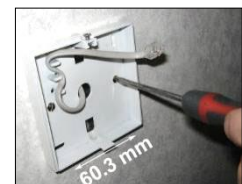

Abb. 8
Schritt 2 Schieben Sie ein Ende des RJ-Steuerkabels durch den Schaltkasten, sichern Sie es an der Rückseite des Gehäuses und schrauben Sie diese daraufhin mit zwei Befestigungsschrauben (nicht im Lieferumfang enthalten) in dem Schaltkasten fest (siehe Abb. 8).